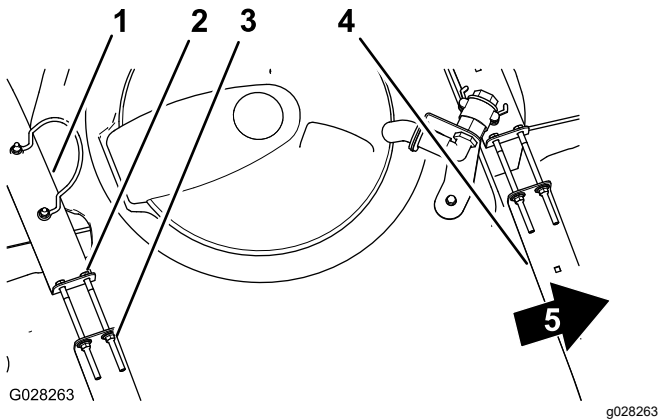

Figure 33
2. Assurez-vous qu'il n'y a pas de jeu entre les sangles de la cuve et la cuve (Figure 33).
3. Si les sangles de la cuve ne sont pas assez serrées, resserrez les contre-écrous à embase et les boulons en haut des sangles jusqu'à ce que ces dernières soient parfaitement en appui sur la surface de la cuve (Figure 33).